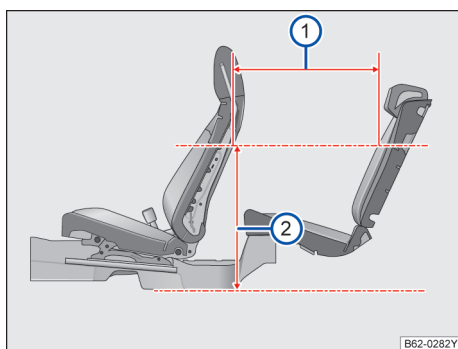

图 65 座间距
当前后排座椅都位于设计位置时，在距离地板位置 620mm 处→图 65 ②，座间距为 706mm →图 65 ①。